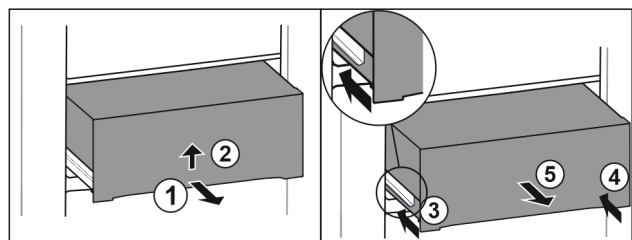

Fig. 40
- ▶ Vytiahnite zásuvku do polovice. Fig. 40 (1)
- ▶ Nadvihnite zásuvku na spodnej strane. Fig. 40 (2)
- ▶ Zasuňte ľavú koľajničku. Fig. 40 (3)
- ▶ Zasuňte pravú koľajničku. Fig. 40 (4)
- ▶ Odoberte zásuvku dopredu. Fig. 40 (5)